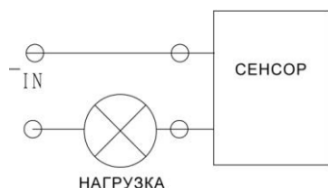
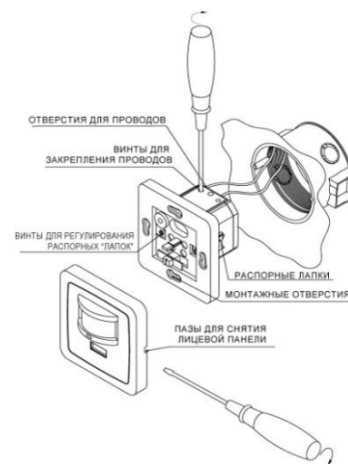

Рис.2
Рис.1
2. Снимите лицевую панель сенсора (см. Рис.1).
3. Введите провода электропроводки (см. Схему подключения проводов Рис.2) в отверстия, расположенные на задней стенке сенсора и закрепите их при помощи винтов (см. Рис.1).